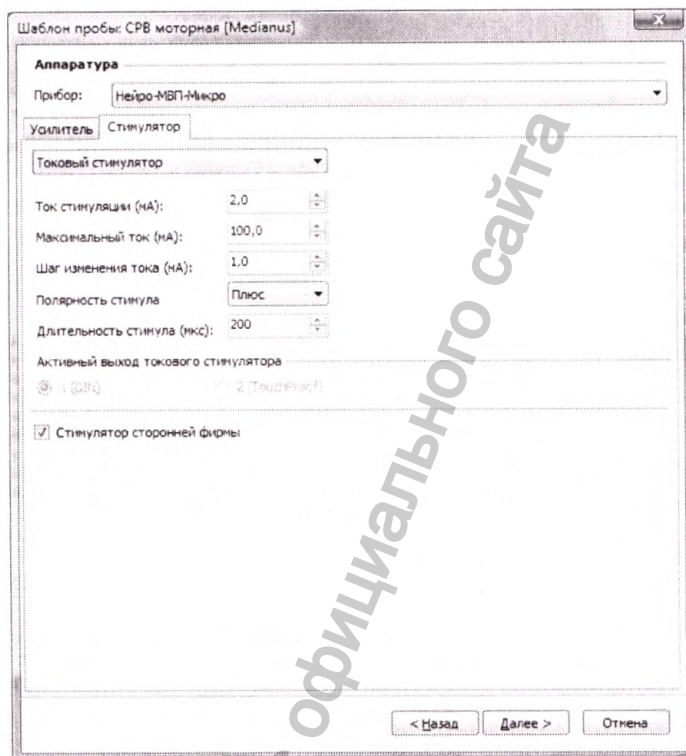

Рис. 12. Окно настройки запуска регистрации от внешнего стимулятора
3. Запустите программное обеспечение (ПО) «Нейро-МВП.NET», выполните команду меню **Настройка|Шаблоны проб|Настройка**, выберите необходимый шаблон пробы, нажмите кнопку «Изменить» и на странице «Аппаратура|Стимулятор» установите флажок «Стимулятор сторонней фирмы» (рис. 12). Этот шаг достаточно выполнить один раз для каждого шаблона, где планируется использовать внешний стимулятор. Если вы не желаете менять шаблон, то следует создать пробу и сделать аналогичные настройки в ней.
Обратите внимание, что флажок «Стимулятор сторонней фирмы» (рис. 12) должен быть сброшен (очищен)!